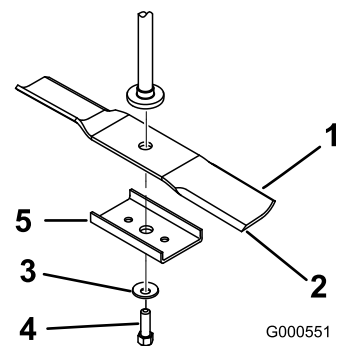

Figura 45
2. Retire el perno de la cuchilla, la arandela curva, el refuerzo y la cuchilla del eje (Figura 45).
1. Instale la cuchilla en el eje (Figura 45).
2. Instale el refuerzo de la cuchilla, la arandela curva (con la copa hacia la cuchilla) y el perno de la cuchilla (Figura 45).